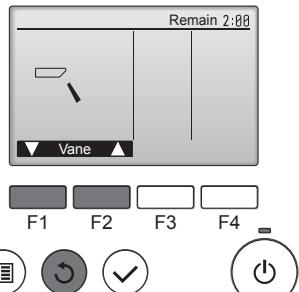

Fig. 6-6
- ① Verificare il deflettore automatico con i pulsanti **F1** **F2**. (Fig. 6-6)
- ② Premere il pulsante **○** per tornare alla schermata "Test run operation" (Prova di funzionamento).
- ③ Premere il pulsante **○**.